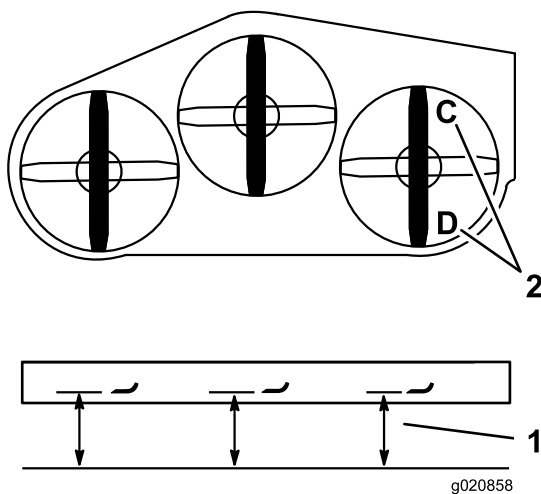

Figura 83
1. Coloque la cuchilla derecha en posición longitudinal (Figura 83).
2. Mida la cuchilla izquierda en la posición **C** desde una superficie nivelada hasta el filo de corte de la punta de la cuchilla, y anote esta medida (Figura 83).
3. Mida la cuchilla izquierda en la posición **D** desde una superficie nivelada hasta el filo de corte de la punta de la cuchilla, y anote esta medida (Figura 83).
4. La cuchilla de corte debe estar entre 6 y 10 mm (1/4 a 3/8 pulgada) más baja en la posición **C** que en la posición **D** (Figura 83). Si la distancia no es correcta, continúe con los pasos siguientes.